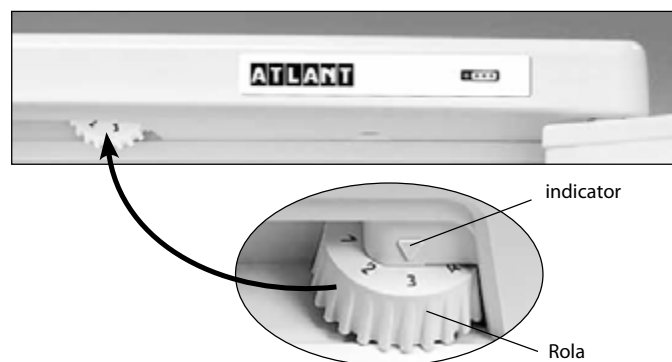

Figura 3 – Controlul temperaturii
1.5 Organ de reglare a temperaturii în conformitate cu figura 3 este rolul de reglare a temperaturii (în continuare – rol). Rolul se rotește în sensul acelor de ceasornic și invers acelor de ceasornic și are diviziuni cu cifre notate și se instalează la diviziunea selectată. Diviziunea cu marcarea la «1» corespunde temperaturii cea mai ridicată (răcirea cea mai mică) în camera, la diviziunea «7» – cea mai joasă (cea mai mare răcire). Diviziunea rolului trebuie instalată sub indicator la reglarea temperaturii.
Deschideți ușa SF și setați rolul la diviziunea «2». Închideți ușa SF. Pe viitor, pentru a selecta temperatura optimă pentru depozitarea alimentelor în secțiune trebuie reglată temperatura cu ajutorul rolului, așa cum se arată în figura 3. În cazul în care, după reglare sau în urma schimbării condițiilor de exploatare, compresorul a început să lucreze continuu, este necesar de a roti lent rolul în direcția de micșorare până la un clic a regulatorului de temperatură. După reglare, temperatura în frigider se menține în mod automat.